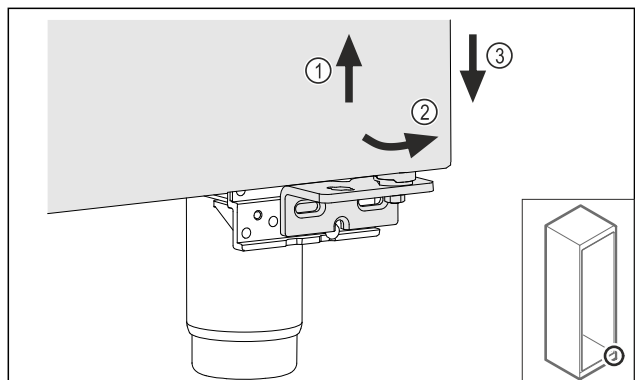

Fig. 27
- ▶ Трохи підніміть двері Fig. 27 (1), нахиліть їх знизу вперед Fig. 27 (2) та опустіть Fig. 27 (3).